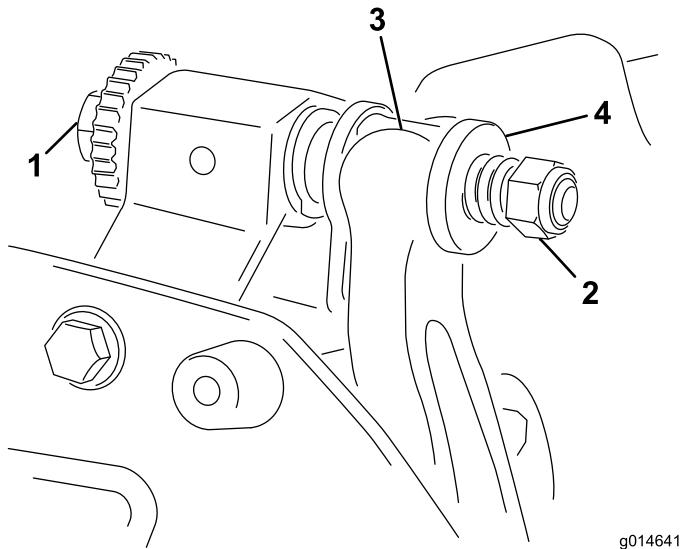

图16
- 逆时针旋转底刀架调节螺丝，将底刀后撤离开滚刀（图16）。
- 退出弹簧加压螺母，直到垫圈不再对底刀架（图16）施压。